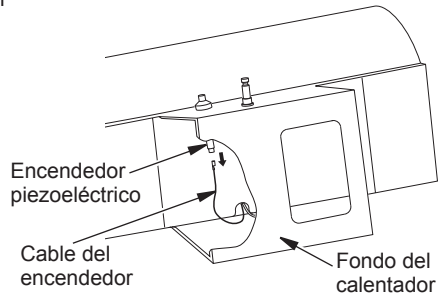

Figura 10. Retiro del cable de encendido del encendedor piezoeléctrico
2. Quite del encendedor piezoeléctrico el cable negro de encendido. Acceda al cable del encendedor por el fondo de la base del calentador (consulte la figura 10). Empuje el cable hacia arriba y a través de la muesca en el panel de relleno.